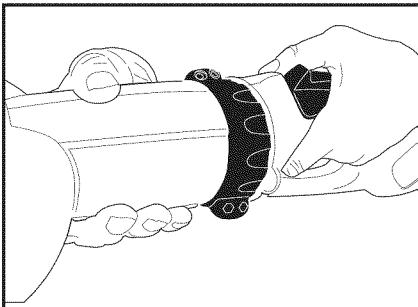

Figura 4
2. Inserte el extremo macho de la interfaz del mango de potencia en el enchufe hembra que está en el extremo del accesorio de la herramienta y verifique que esté asentado firmemente. (ver figura 4). La interfaz está acuñada para que sólo encaje de un modo. El mango y la herramienta deben encajar fácilmente.